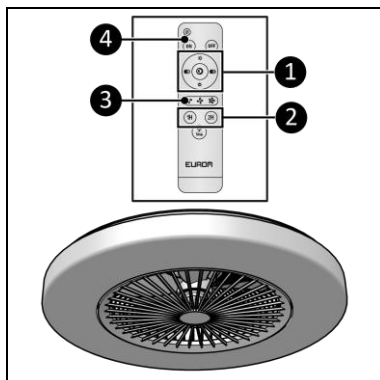

Abbildung 13
1. Drücken Sie den LED AN-Schalter (Abbildung 13, Pos 4.).
2. Stellen Sie die gewünschten Lichteinstellungen ein mit (Abbildung 13, Pos. 1):
1. Drücken Sie die Ventilatoreinstellungstaste, bis die gewünschte Ventilatoreinstellung erreicht ist (Abbildung 13, Pos. 3):